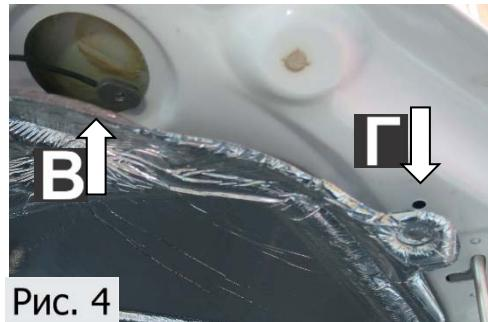

Рис. 4
4. Завести гайку закладную в отверстие **B**. Совместить резьбовое отверстие в гайке закладной с отверстием в капоте **Г** (рис.4,5).